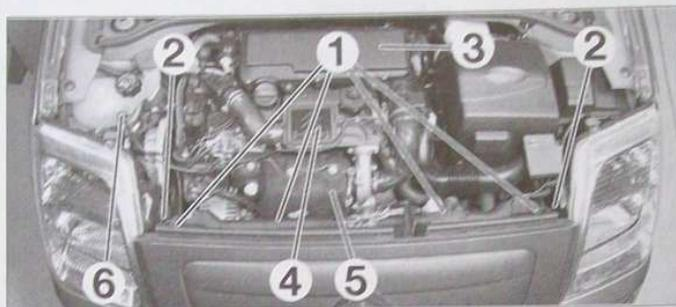
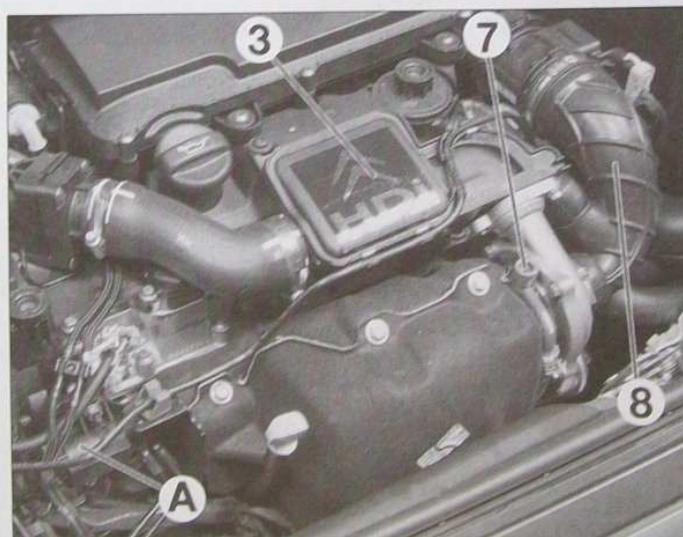
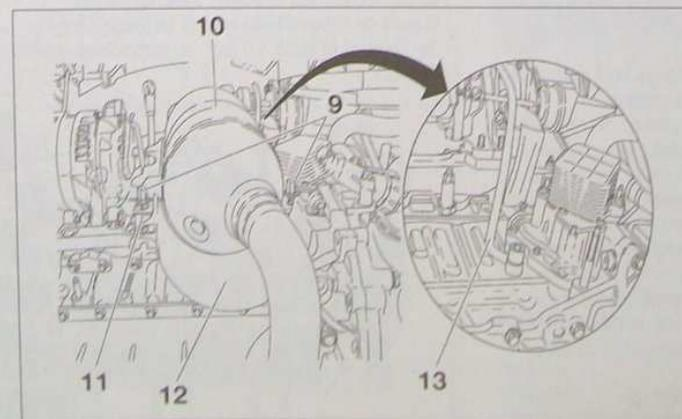

FIG. 32
FIG. 33
FIG. 34
- Déposer les vis supérieures du bouclier (1) (Fig.32).
- Déposer les vis de fixation supérieures du support de radiateur (2).
- le boîtier complet de filtre à air (3).
- le résonateur d'admission d'air (4).
- l'isolant thermique du catalyseur et du turbocompresseur (5).
- la durite supérieure du vase d'expansion (6).
- le raccord (7) d'alimentation en huile du turbocompresseur avec ses deux joints (Fig.33).
- le conduit d'air (8) entre le turbocompresseur et le boîtier de filtre à air.
- les deux vis (9) de fixation du catalyseur au bloc-moteur (Fig.34).
- le catalyseur (10).
- le demi-collier/entretoise (11) sous le catalyseur.
- l'isolant thermique (12) du catalyseur et du turbocompresseur.
- le raccord et le tube (13) d'alimentation en huile du turbocompresseur sur le bloc-cylindres avec ses deux joints.
- le raccord d'huile (7) sur le turbocompresseur (Fig.33).